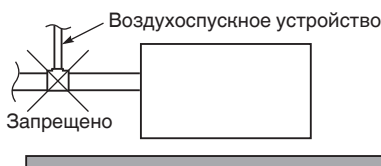

Рис. 3-10
- Не устанавливайте воздухопускное устройство, поскольку это может привести к разбрызгиванию воды из выходного отверстия дренажной трубы. (Рис. 3-10)